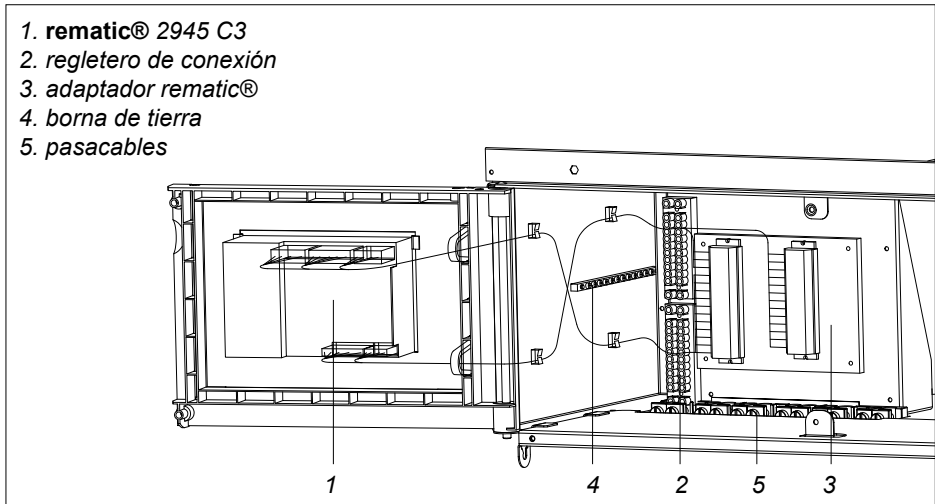
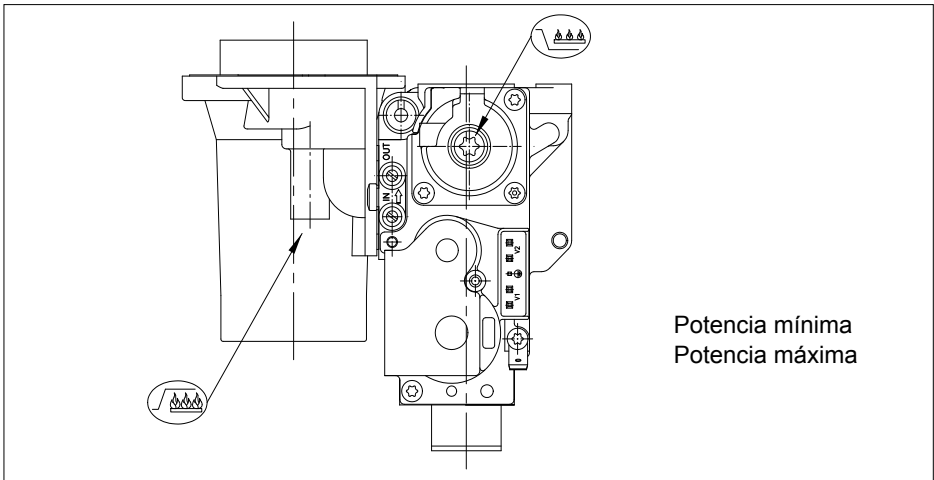

Fig. 16 Cuadro de mandos con regulador rematic® 2945 C3 K
Fig. 21 Puntos de reglaje
Antes de que se efectúe la primera puesta en marcha es necesario instalar nuestro kit de transformación a propano (ver instrucciones en el propio kit) y reglar el bloque de gas en el tornillo de plena potencia (ver fig. 21)
Antes de la primera puesta en servicio con el fin de poder efectuar el primer arranque es necesario instalar nuestro kit de transformación a propano y reglar el grupo de gas combinado actuando sobre el tornillo de la potencia plena, ver fig. 21 y reglar la velocidad del ventilador (ver fig. 16).
19. Poner la caldera a plena potencia, pulsando simultáneamente las teclas \blacktriangle y [+] después modificar la regulación con el tornillo de potencia máxima (fig. 21). Controlar la llama por el visor, ésta debe ser estable, su coloración debe ser azul con partículas naranjas sobre todo el quemador.
19b. Poner la caldera en potencia mínima pulsando simultáneamente las teclas \blacktriangledown y [-] (fig. 21). Controlar la llama por el visor, ésta debe de ser estable. La superficie del quemador debe ser de color naranja.